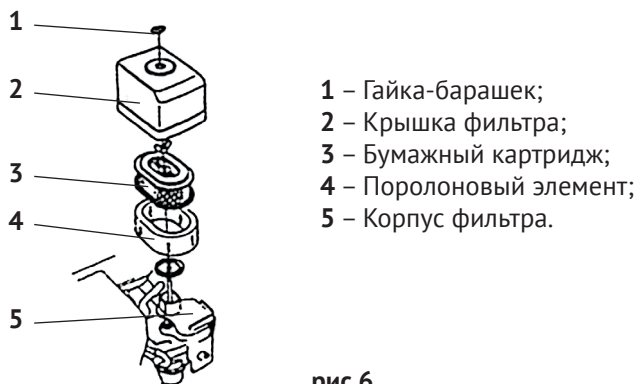

рис.6
- открутить гайку-барашек (рис.6 поз.1) крепления крышки корпуса фильтра (рис.6 поз.5) и снять крышку (рис.6 поз.2), аккуратно потянув её на себя;
- извлечь и осмотреть бумажный (рис.6 поз.3) и поролоновый (рис.6 поз.4) элементы воздушного фильтра;